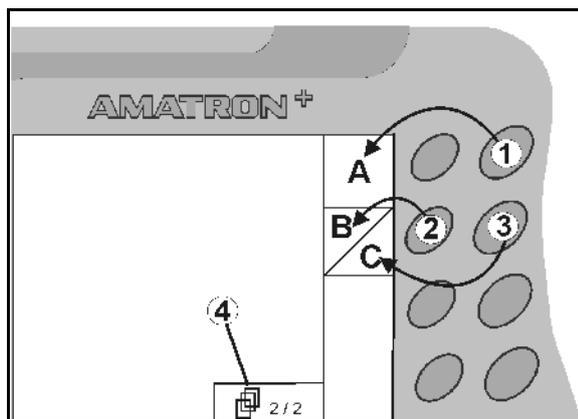

Fig. 8
- Lorsque le champ n'est pas barré, seule la touche droite (Fig. 81) est affectée à celui-ci (Fig. 8/A).
- la touche de gauche (Fig. 8/2) est affectée à la partie du champ située en haut à gauche (Fig. 8/B).
- la touche de droite (Fig. 83) est affectée à la partie du champ située en bas à droite (Fig. 8/C).
<ul style="list-style-type: none"> • passage aux pages de menu suivantes (possible uniquement lorsque le symbole (Fig. 8/4) s'affiche à l'écran) • menu d'aide possible uniquement à partir du menu principal (voir page 17).